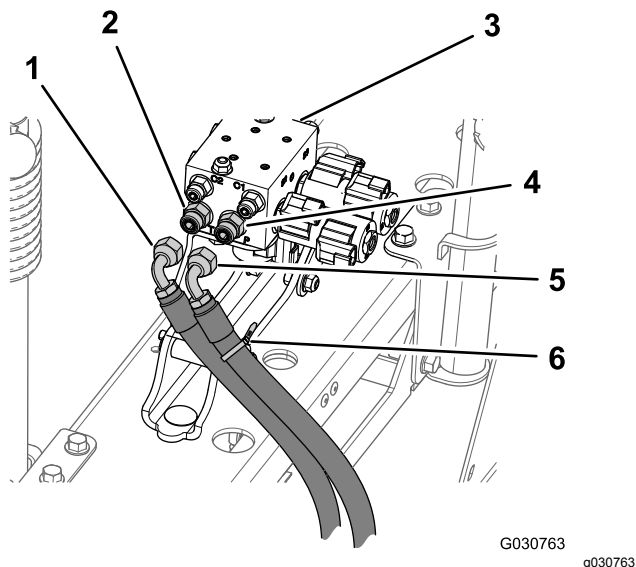

图 75
1. 在喷洒臂提升阀箱的 P 端口用扎带标记压力液压软管图 75。
2. 断开喷洒臂提升歧管上的液压压力和回流软管图 75。